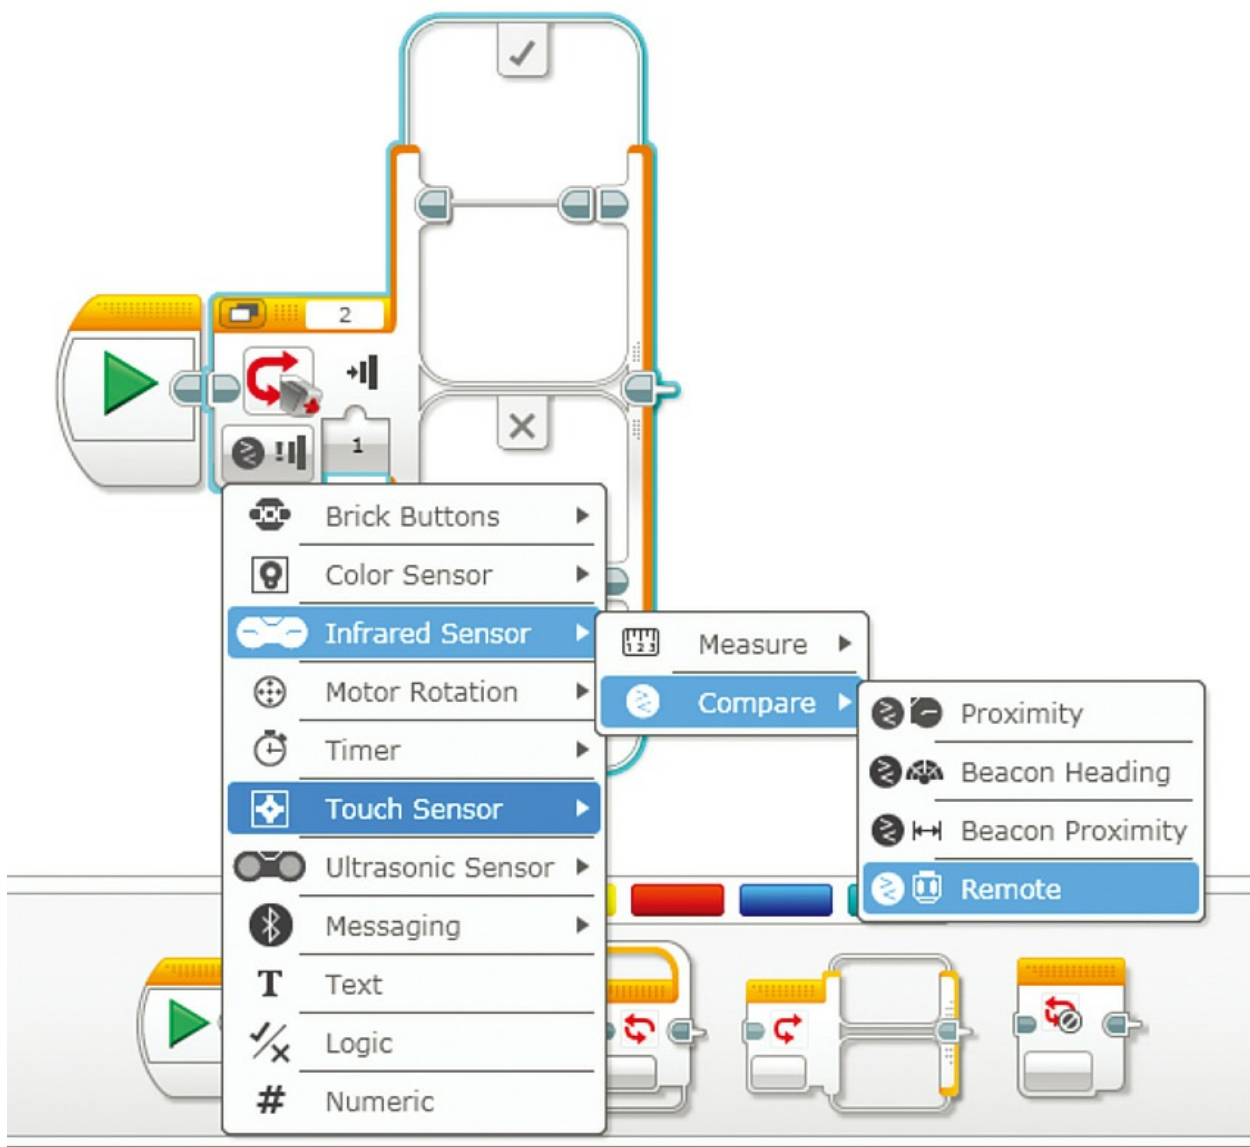

图9.20 设置切换模块的模式到远程模式
3. 更改模式到“红外传感器——比较——远程”，如图9.20所示。